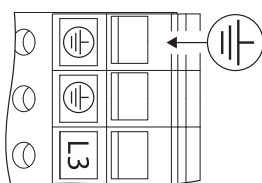

Fig. 26: Bijkomende aarding
- Door de verhoogde lekstroom bij motoren van 11 kW moet conform EN 61800-5-1:2008-04 bovendien een versterkte aarding worden aangesloten (zie Fig. 26).